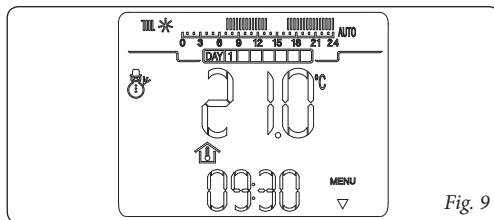

Fig. 9
- **Modalità inverno (8).** In modalità inverno la caldaia è abilitata per il riscaldamento ambienti. In inverno il CRONO 7 può funzionare in modo automatico o manuale per la descrizione del funzionamento vedi capitolo 5. Sul display viene visualizzato il giorno e l'ora corrente, la temperatura ambiente e la barra oraria con la programmazione giornaliera del timer riscaldamento unitamente ai relativi simboli (fig. 9).